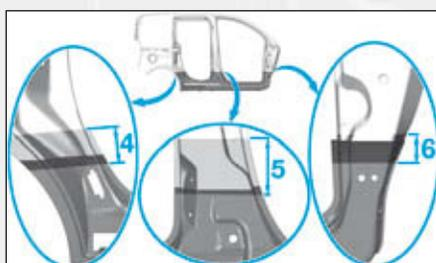

FIG. 108
- puis découper à l'aide d'une scie en (4), (5) et (6) (Fig.108),